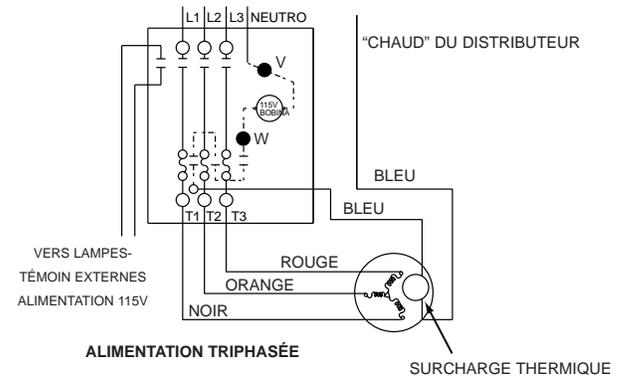

FIGURE 8
d. Il reste deux fils bleus dans la boîte de dérivation de la pompe submergée. Connecter l'un ou l'autre des fils bleus à la borne L3 dans le démarreur magnétique. Connecter l'autre fil bleu sur un côté des commandes « marche-arrêt » ou « point chaud » de l'interrupteur du distributeur électronique (Voir Fig.8) Les commandes « marche-arrêt », si fournies par le client, doivent être de construction hermétique pour empêcher l'explosion.